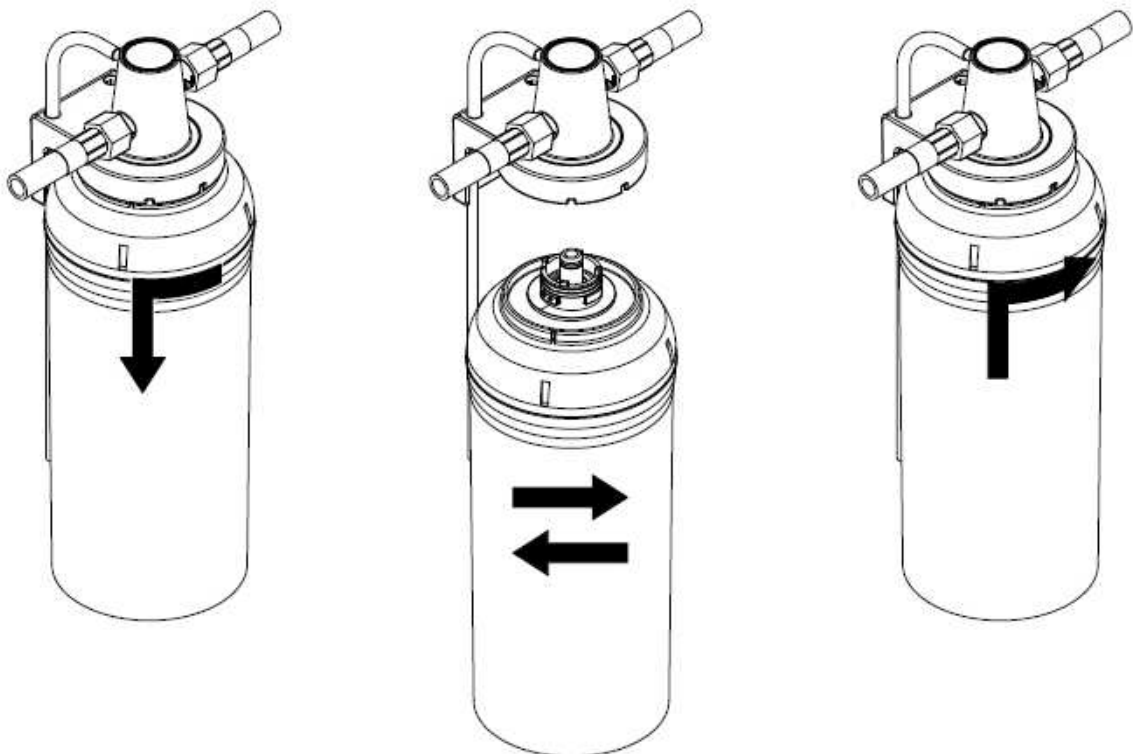

Рис. 16: Замена фильтрующего элемента
4. Крепко держите фильтрующий элемент обеими руками по окружности, чтобы он не упал при извлечении. Затем осторожно поверните фильтрующий элемент в направлении стрелки, как показано на рис. 16 слева, до упора (примерно 45 °) и снимите фильтрующий элемент.
7. Одновременно подтолкните фильтрующий элемент вверх и поверните его, пока фильтрующий элемент не войдет в байонетный фиксатор на головке фильтра. Затем, слегка толкая фильтрующий элемент вверх, поверните фильтрующий элемент в направлении стрелки, как показано на Рис. 16, прямо в головку фильтра до упора (примерно 45 °).